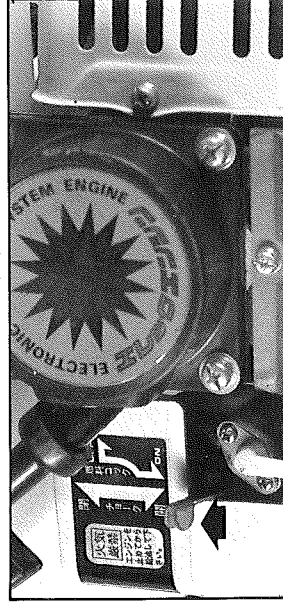

fig. 3
- **Quand le moteur est froid**, fermez complètement le starter (fig. 3).